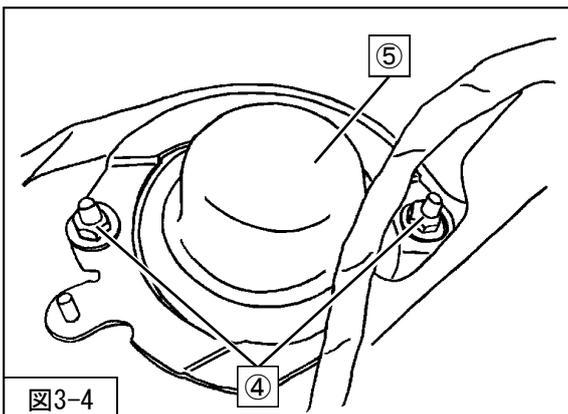

図3-4
5. ④リアサスペンションASSYアッパー取付ナット
⑤キャップを取外してください。(図3-4)